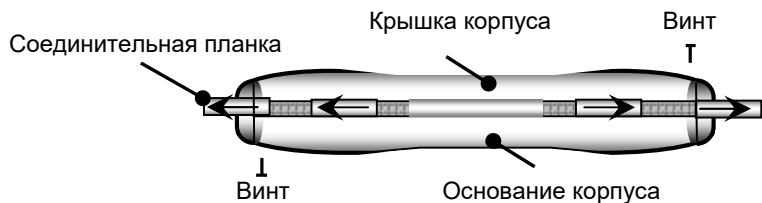

Рис. 6
- Открутить 2 винта, соединяющие крышку и основание корпуса (рис.6).
- Сдвинуть и снять соединительные планки по боковым сторонам рециркулятора (рис.6).